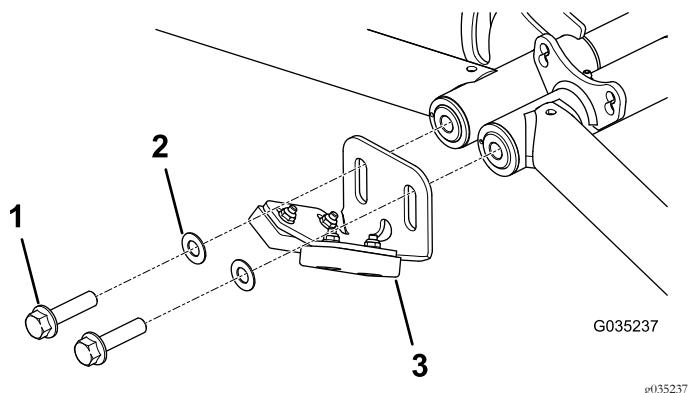

Figura 20
1. Bullone a testa flangiata, preesistente (2)
2. Paraurti arrotondato, preesistente (2) – da eliminare
4. Montate (senza fissarlo) il gruppo paraurti anteriore e le rondelle, come mostrato nella Figura 20.